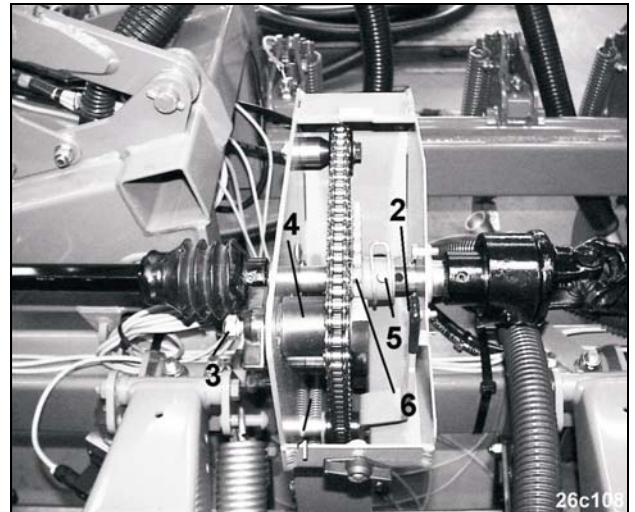

Fig. 115
- Trekveer (Fig. 115/1) met hendel (Fig. 115/2) ontspannen
- Vleugelmoer (Fig. 115/3) losdraaien
- Spanrol in de gleuf (Fig. 115/4) verschuiven.
- Veerclip (Fig. 115/5) uit het boorgat trekken
- Dubbel kettingwiel over de aandrijfas (Fig. 115/6) verschuiven en de ketting om het betreffende kettingwiel leggen
- Veerclip (Fig. 115/5) weer aanbrengen en borgen
- Spanrol (Fig. 115/4) in de oorspronkelijke stand weer terugzetten
- Vleugelmoer (Fig. 115/3) aandraaien
- Trekveer (Fig. 115/1) met hendel (Fig. 115/2) spannen.